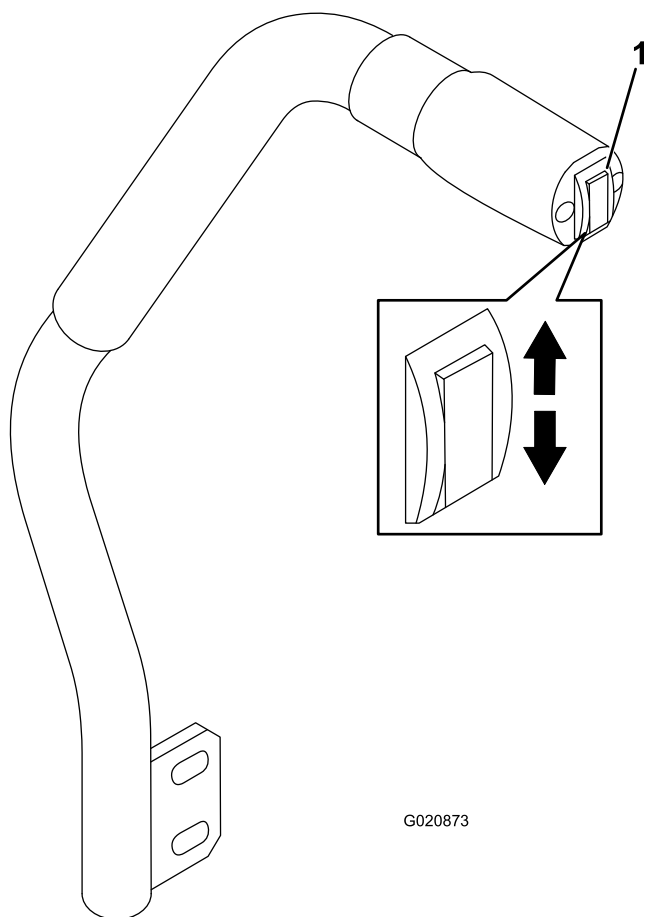

Bild 19
Mit dem Mähwerkhubschalter senken Sie das Mähwerk ab und heben es an (Bild 19).
- Drücken Sie den Mähwerkhubschalter nach oben, um das Mähwerk anzuheben (Bild 19).
- Drücken Sie den Mähwerkhubschalter nach unten, um das Mähwerk abzusenken (Bild 19).